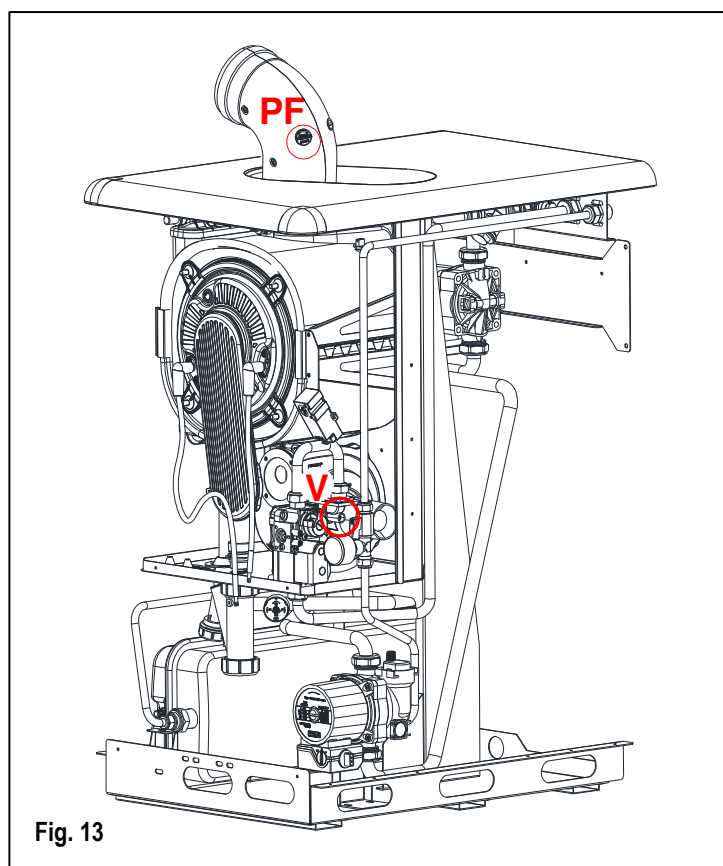

Fig. 13
- Dévisser le bouchon et placer l'analyseur dans la prise d'inspection des fumées **PF** (fig. 13) pour contrôler la quantité de CO₂ et vérifier qu'elle est bien conforme aux indications du tableau 1 ;
- Si la valeur lue n'est pas conforme, prendre une clé à six pans de 4 mm et tourner la vis **V** (fig. 13) du venturi vers la droite pour diminuer et vers la gauche pour augmenter la valeur.